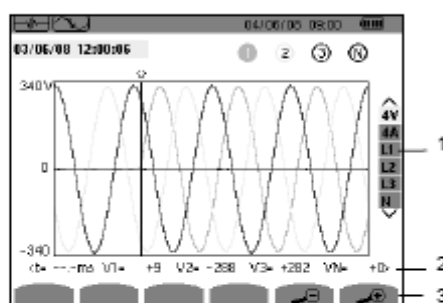

Figure 22 : exemple d'affichage des transitoires sous formes de courbes en branchement triphasé 5 fils
3. Sélectionnez les courbes à afficher en appuyant sur les touches . Le champ sélectionné est surligné en jaune (Figure 22, rep.1). Validez en appuyant sur .